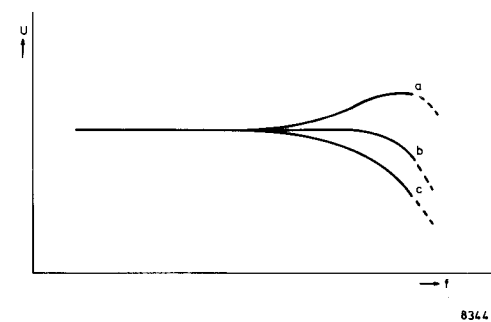

Fig. 18
- Bei Frequenzen höher als 6300 Hz soll der Frequenzgang ungefähr der in Abb. 18 gezeigten Kennlinie b entsprechen. Die Nachverzerrung soll  $\leq$  3 % bei 1 kHz (100 % Modulation) sein.